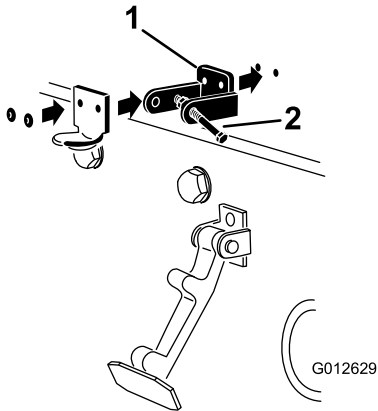

图 18
3. 对准安装孔的同时将 CE 锁定支架和机罩门锁支架放到机罩上。锁定支架必须紧贴机罩 (图 18)。不要从锁定支架臂卸下螺栓和螺母总成。
5. 用铆钉将支架和垫圈铆定到机罩 (图 18)。